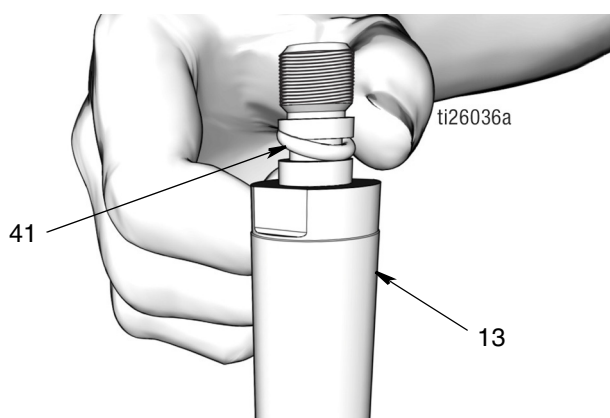

FIG. 49
**REMARQUE :** Ne pas serrer la tige de piston (13) dans un étau.
- Utiliser un chiffon propre pour essuyer la tige de piston (13) et le piston (6) et supprimer toute saleté ou tout contaminant. Examiner les surfaces et rechercher d'éventuels rayures ou dégâts. Remplacer les pièces endommagées.
- Appliquer une mince couche de graisse sur le joint torique (41). Monter le joint torique sur les gorges de la tige de piston (13) (FIG. 49).
**REMARQUE :** Si nécessaire, un cure-dents peut être utilisé pour faciliter la mise en place du joint torique dans les gorges de la tige de piston (13).